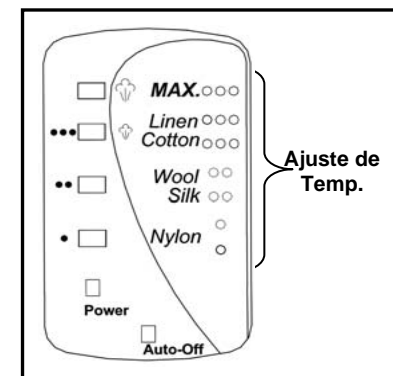

Fig. 6
- La luz del lado derecho del tablero de control dejará de parpadear cuando haya alcanzado la temperatura deseada. (Fig. 6)